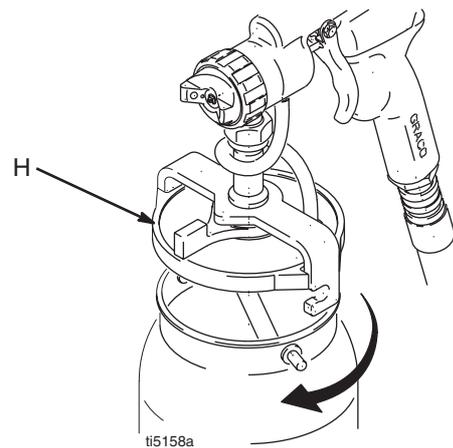

FIG. 14
Llene la taza hasta 3/4 de su capacidad para mantener limpio el tubo de presión de aire. Bloquee con el pestillo la tapa del recipiente inferior (H) para sujetarla a la taza. FIG. 14.